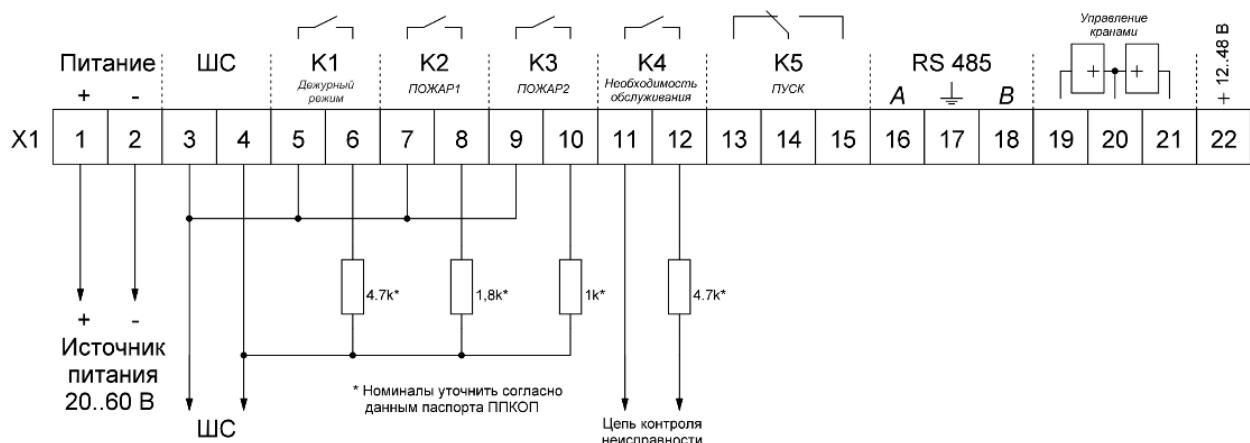

Рисунок 9 – Схема подключения с отдельным сигналом об обслуживании
20.1 Схема подключения к ПЦН с приоритетом сигналов о пожаре при уменьшении сопротивления ШС и формировании извещений «Пожар 1», «Пожар 2» (номиналы резисторов приведены для ПЦН типа ППКОП Сигнал-20П Smd, С2000-АСПТ с ШС1 тип 1 пожарный дымовой с определением двойной сработки) (рисунок 9). Схема представлена с настройками реле установленными по умолчанию.